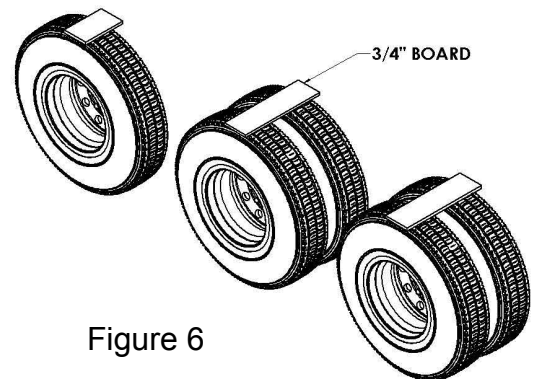

Figure 6
1. Pour les systèmes de suspension pneumatique, placez une planche en bois sur les roues après avoir laissé sortir l'air des sacs gonflables (Figure 6). Mettez l'aile au-dessus de la planche.